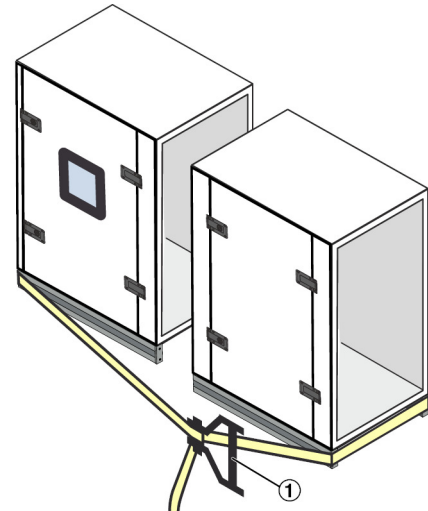

Abb. 14: Spanngurt anlegen, mit Grundrahmen
7. ▶ Einen Spanngurt an den Gerätegrundrahmen von 2 RLT-Bauteilen anlegen (Abb. 14).